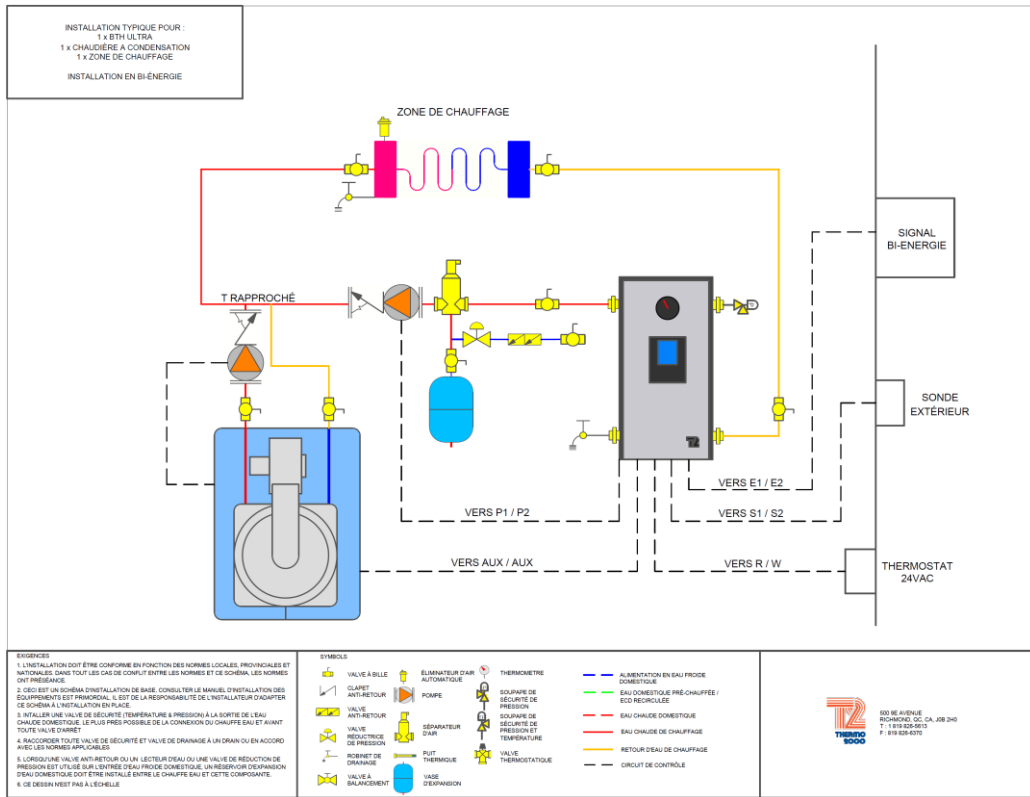

Figure 8 - Installation typique en bi-énergie avec chaudière à condensation (1 zone)
N.B: Assurez-vous de bien positionner les ports A-B et AB de la valve trois voies (Voir fig. 8).